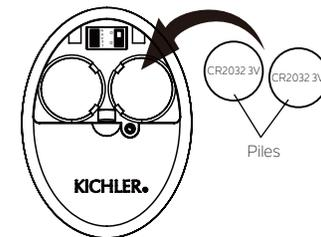

Fig. 27
Étape 3. Pour rendre le ventilateur opérationnel, installez deux piles 3V CR2032 (fournies). (Fig. 27)